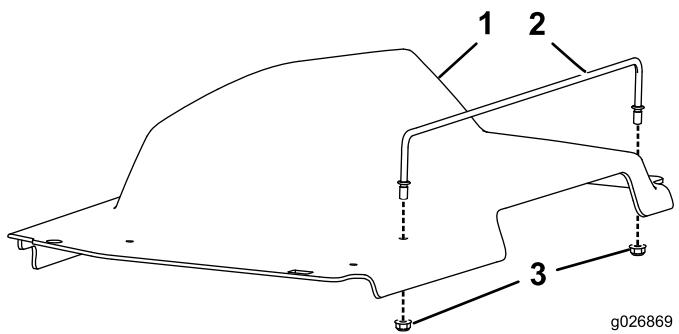

Figure 11
- Montez un guide sur chaque couvercle (Figure 11).